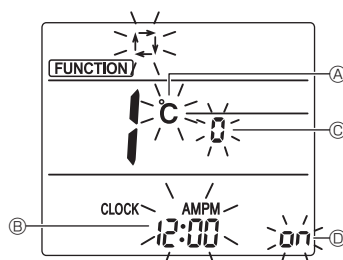

Fig. 6-7
3. Appuyez sur la touche ⬆️ ④ pour changer le n° de fonction. Vérifiez que la fonction n° «1» est affichée puis appuyez sur la touche [SET] ③. L'écran de réglage de l'affichage s'affiche. (Fig. 6-7)